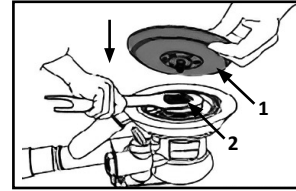

Fig. 8
- Așezați noul tampon de șlefuit (1) peste piuliță (2). (Fig. 8)